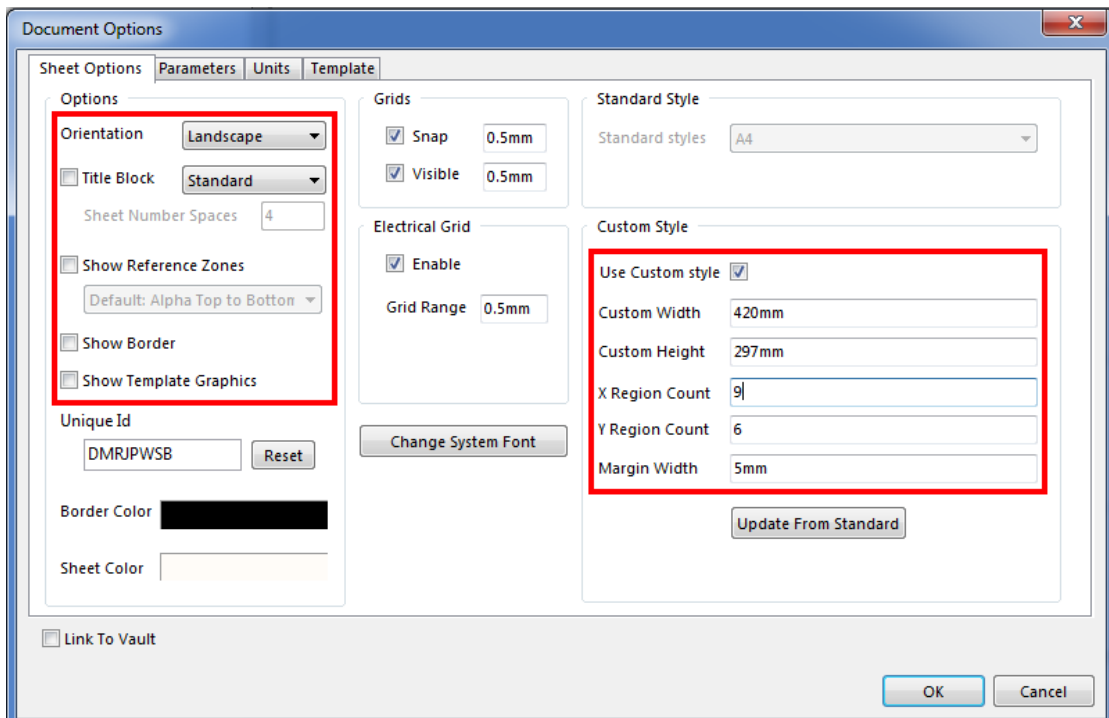

Рис. 1.13
1) Створіть файл Schematic (**File-New-Schematic**). Відкрийте вікно налаштувань документа (**Design-Document Options**). Налаштуйте параметри документа так як зображено на Рис. 1.13.